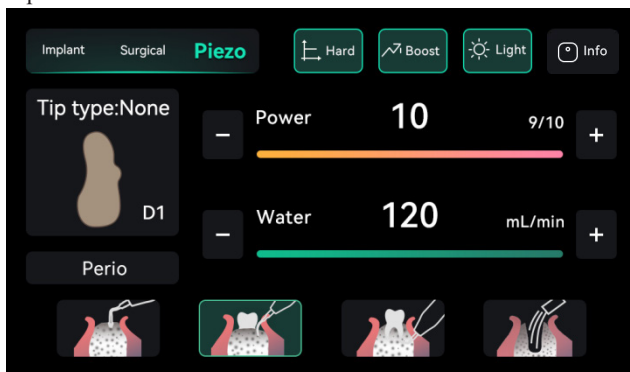

Fig.8
Como se muestra en la Fig.8, cuando se selecciona el modo "Perio" en el marco verde, el aparato está en modo periodontal. En este modo, los botones de función
7.1.2.2 Perio function (Fig.8)